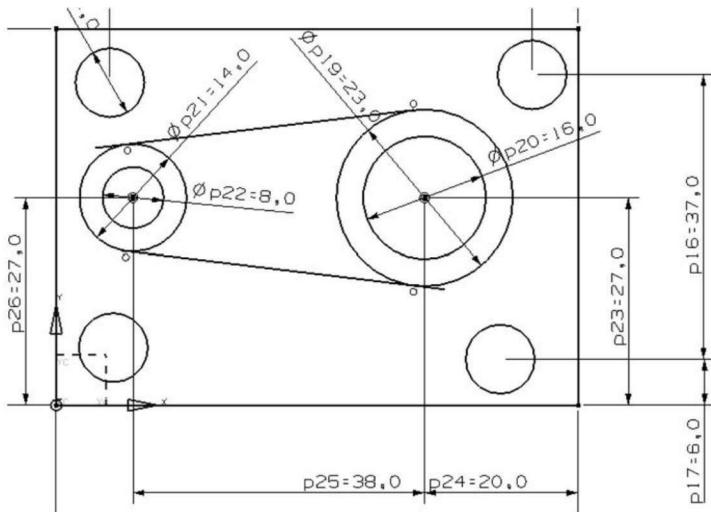

图 1.11 同心圆位置尺寸
- (10) 单击“自动判断尺寸”按钮 ，选择如图 1.11 所示两组同心圆形，设置圆的位置尺寸。